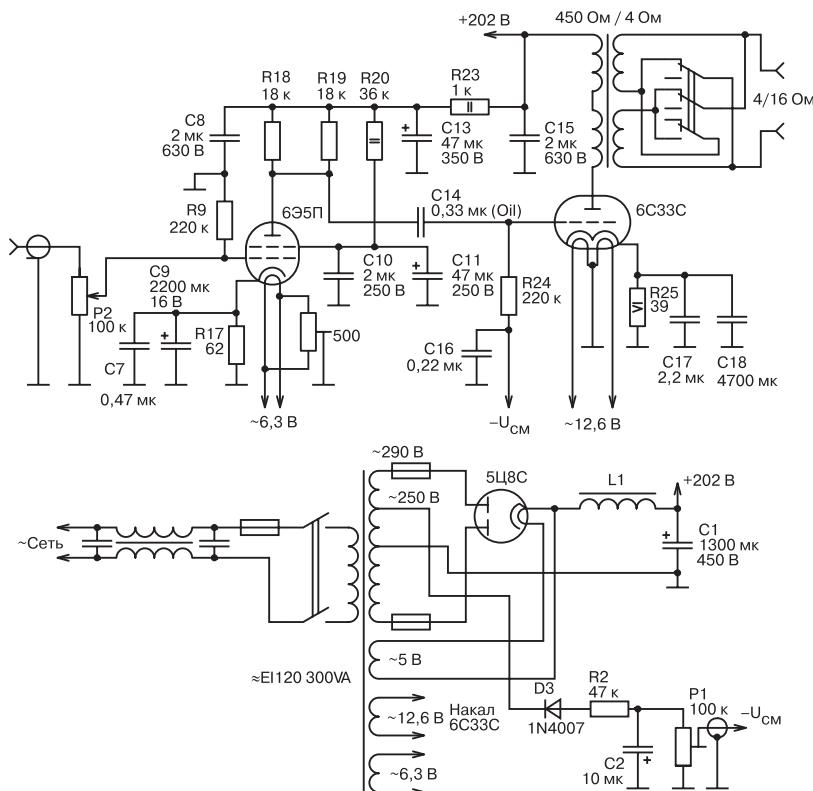

Рис. 2.116. Схема применения лампы 5Л8С в качестве двухполупериодного выпрямителя
**Пример 2.** Другая «устаревшая» конструкция — однополупериодный выпрямитель (ОППВ) обычно применяется только для питания цепи смещения и только с полупроводниковыми выпрямителями (рис. 2.116). Попытки использовать ОППВ в усилителях мощности не увенчались успехом, но некоторые разработчики отметили улучшение качества звучания маломощных устройств — предусилителей и корректоров. Объясняется этот факт подмагничиванием трансформатора, наиболее ярко выраженным при больших потребляемых токах (т. е. прежде всего в усилителях мощности!).
На рис. 2.116 изображена схема однотактного усилителя (клон усилителя конструкции А. Манакова, см. рис. 2.70). Для снижения сопротивления источника питания применен кенотрон 5Ц8С с Г-образным фильтром (дронсель малой индуктивности и конденсатор большой емкости).